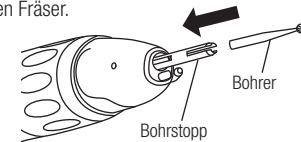

Abb. 3
2) Führen Sie den mitgelieferten Bohrstopp in die Spannvorrichtung. (Abb. 3)